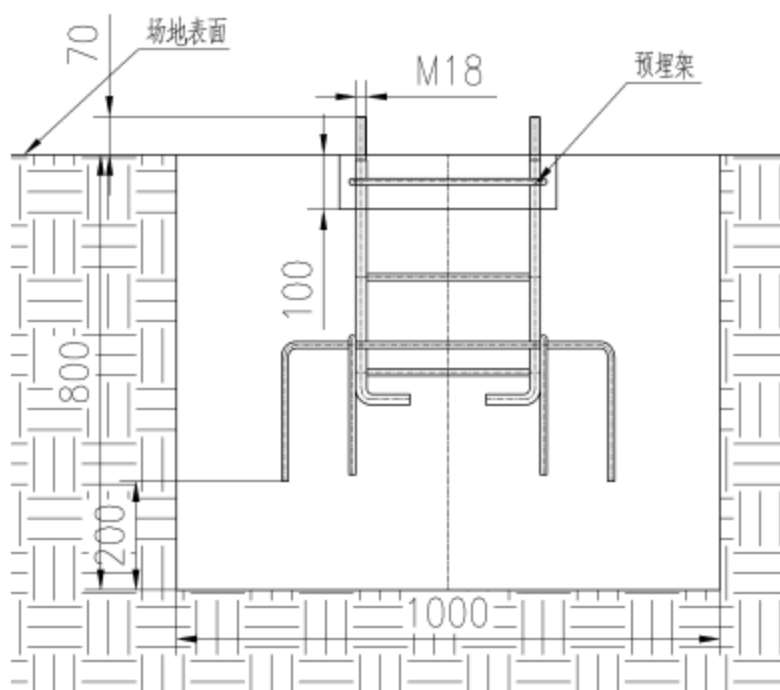

图4
3) 将预埋架放入混凝土基坑中（如图4），保证预埋架与场地表面垂直，预埋架埋入尺寸如图4所示；（注：注意器材的安装方向由预埋架的放置